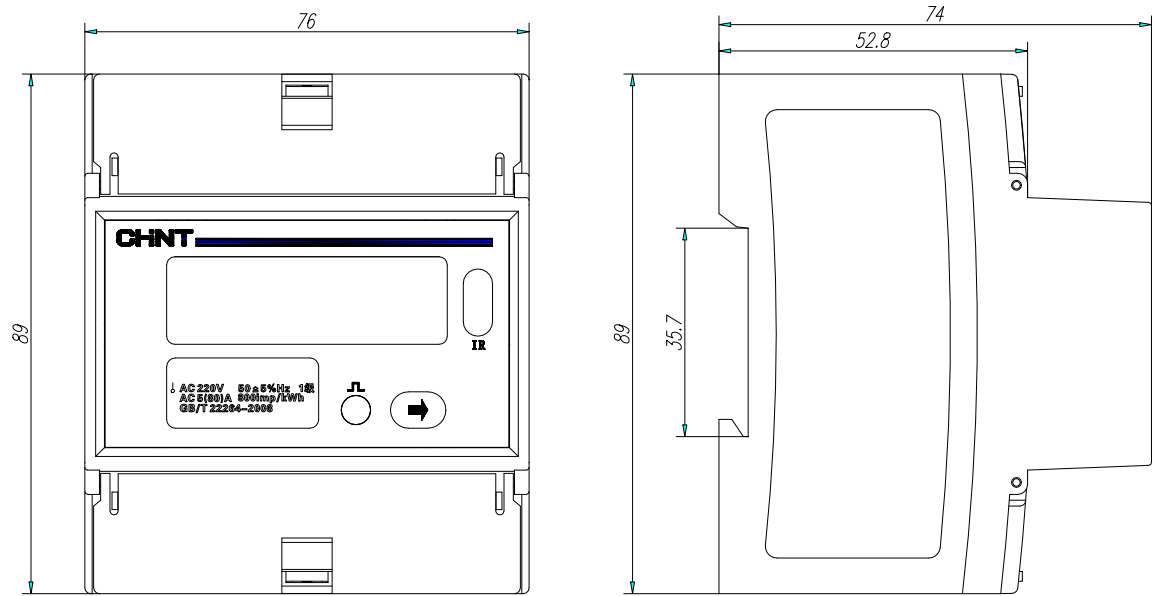

图 7 外形及安装尺寸图
6.2 DDSU666-E/D/F 外形尺寸：76mm×89mm×74mm；安装尺寸：76mm×35.7mm×52.8mm，外形及安装尺寸图如图 7 所示：